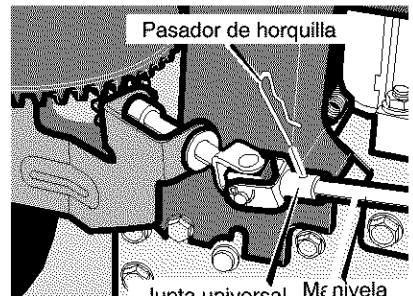

Figura 42
7. Conecte el eje de la manivela a la junta universal con el pasador de horquilla. Vea la Figura 42.